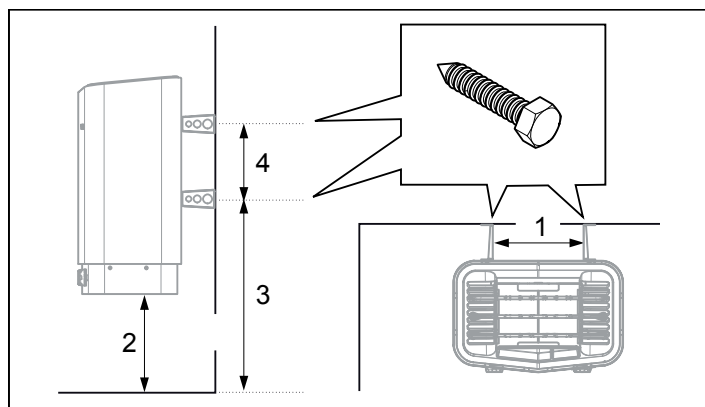

Рисунок 13: Размеры
7. Разместите винты для кронштейнов согласно указанным размерам (Рис. 13).